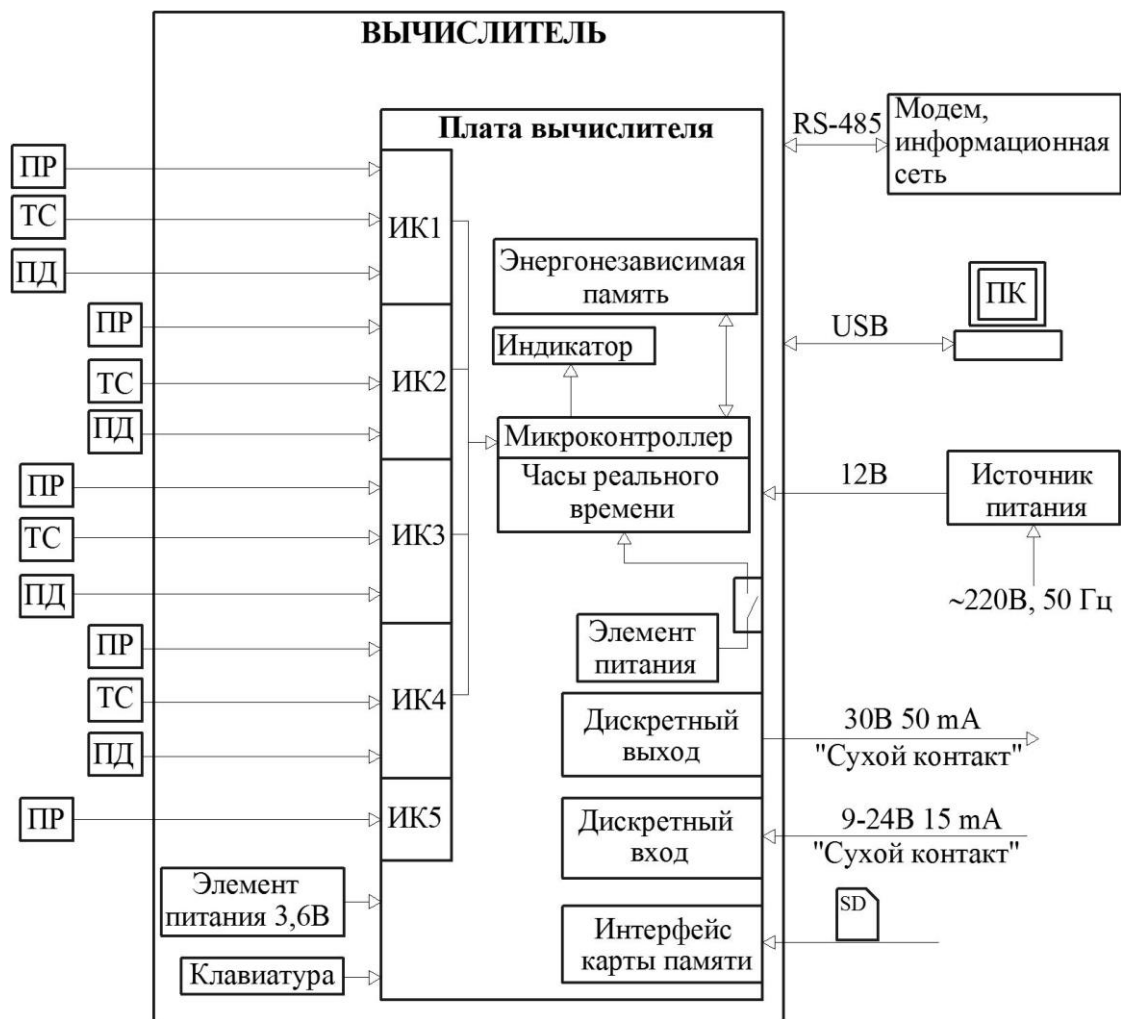

Рисунок 3 – Структурная схема вычислителя
**2.3.5** Четыре измерительных канала (ИК1-И4) допускают подключение к каждому из них трёх первичных преобразователей: расхода, температуры и давления. К пятому каналу (ИК5) возможно подключение только преобразователя расхода (Рисунок 3).